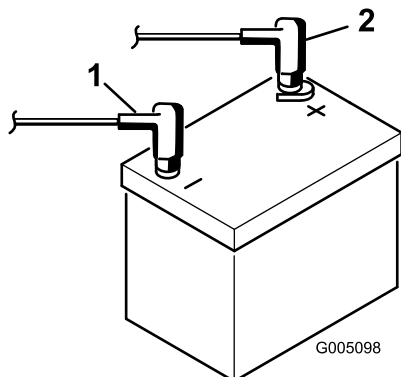

Bild 8
- Klemmen Sie zuerst das Pluskabel (Rot) am Pluspol (+) der Batterie und dann das Minuskabel (Schwarz) am Minuspol (-) der Batterie an, wobei Sie die Kopfschrauben und Muttern verwenden (Bild 8). Ziehen Sie den Gummischuh über den Pluspol, um Kurzschlüssen vorzubeugen.